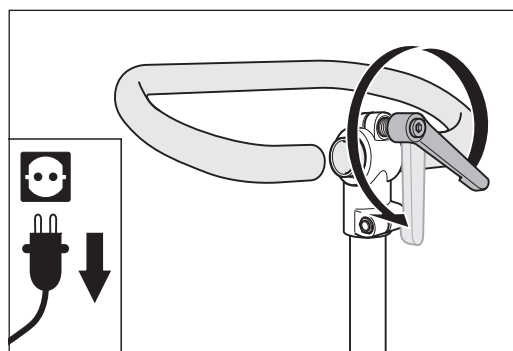

Abb. 16 Den Klemmhebel am Führungsrohr lösen.
- 2 Lösen Sie den Klemmhebel am oberen Ende des Führungsrohrs (Abb. 16).